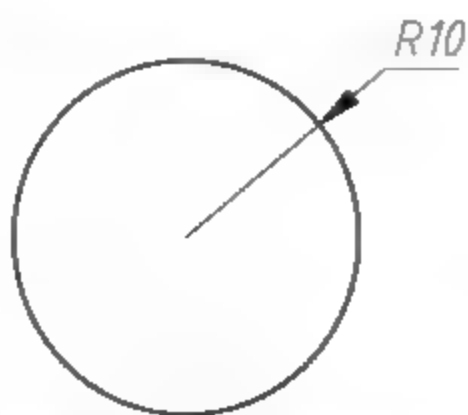

图3-46 指定半径绘制圆
- 圆心、半径(R)：用圆心和半径方式绘制圆，如图3-46所示。